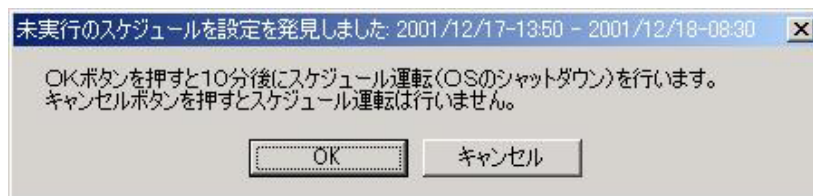

図 48 未実行スケジュールの実行or中止
**[注意1]Windows Vista & Windows Server 2008 の場合 Windows Vista または Windows Server 2008 では下記(図 48)のダイアログが表示されませんが、スケジュールは実行されます。また未実行のスケジュールのキャンセルを行う場合は UPS 管理プログラムの再起動(スタートメニューから UPS 管理プログラムを選択して、OK ボタンを押下)することによって、スケジュールはキャンセルされます。**